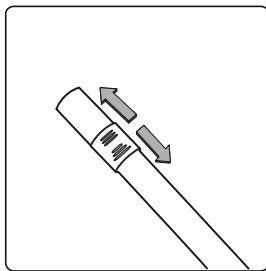

Рис. 12
- 3) Установите необходимую насадку на шланг. Регулятор воздушного потока позволяет изменять интенсивность всасывания пылесоса. Для достижения наилучших результатов уборки полностью закройте регулятор воздушного потока (рис. 12)